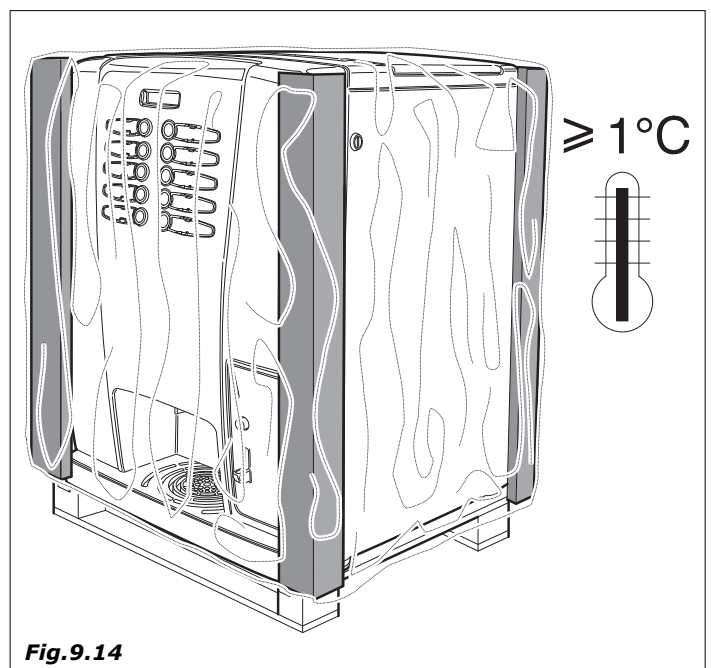

Fig.9.14
- Protégez le distributeur avec un film plastique (figure 9.14)